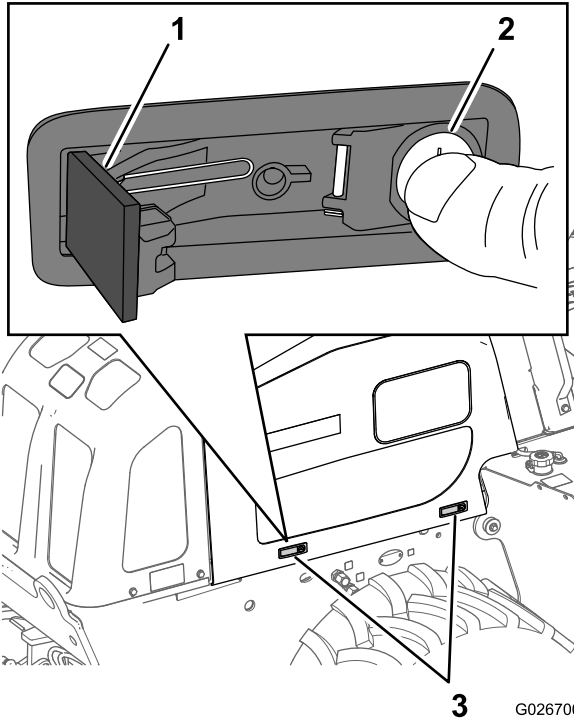

Figura 65
- Presione hacia dentro el botón de cada cierre—la parte del cierre que incluye el cilindro de la cerradura (Figura 65).
- Presione sobre la palanca del cierre para bloquear el cierre (Figura 65).